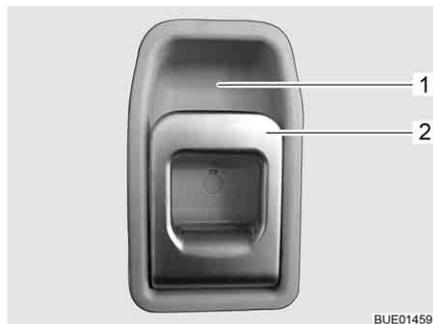

Bild 32 Türschloss Eingangstür, innen
- Am Griff (Bild 32,2) ziehen. Das Türschloss wird entriegelt.
- Den Griff (Bild 32,2) oben in Richtung Griffschale (Bild 32,1) drücken.